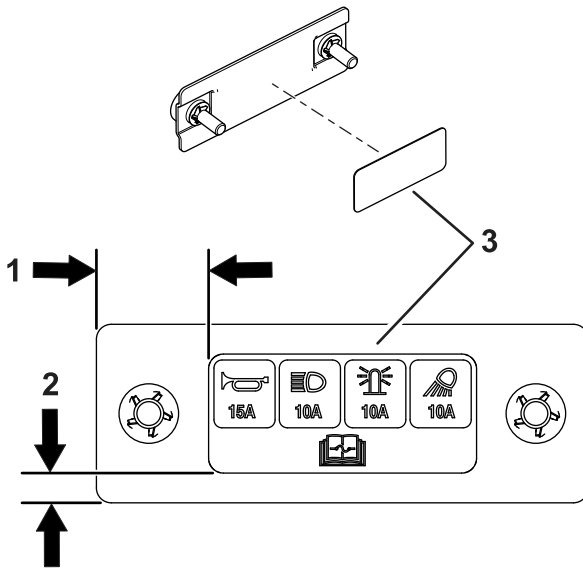

Figure 10
9. Apposez l'autocollant sur le couvercle des fusibles, comme montré à la Figure 10.